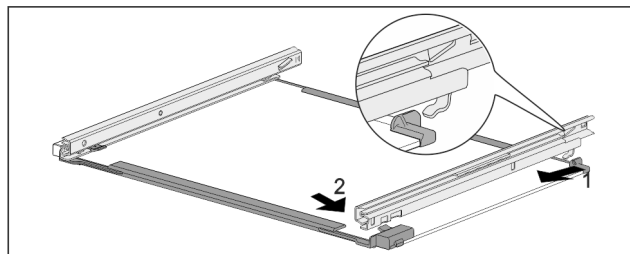

Fig. 242 Ripiano in vetro con guide
- Agganciare la guida sul lato posteriore. Fig. 242 (1)
- Innestare la guida sul lato anteriore. Fig. 242 (2)